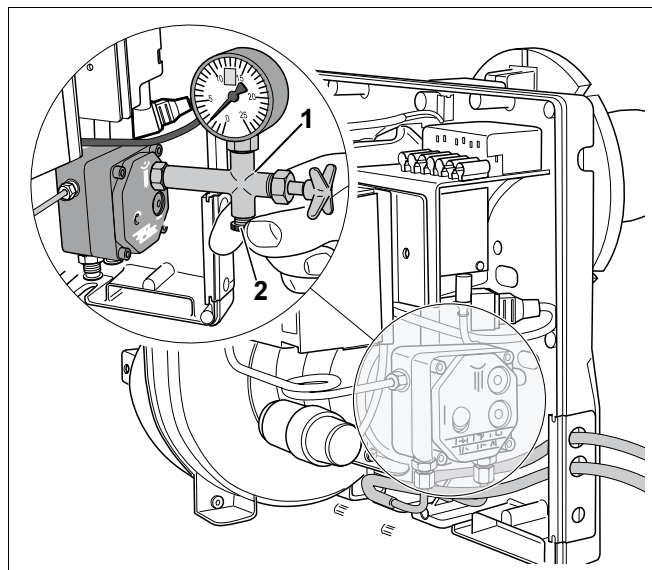

Fig. 9 Aerisirea conductelor de combustibil lichid
- Se montează manometrul de presiune pentru combustibilul lichid (Fig. 9, **Poz. 1**) la racordul manometrului pompei de combustibil.
- Aerisiți sistemul prin manometrul (Fig. 9, **Poz. 1**) de combustibil lichid.
- Când din manometrul de combustibil lichid (Fig. 9, **Poz. 2**) nu mai iese aer, atunci se închid deschiderile pentru aer (Fig. 9, **Poz. 1**).